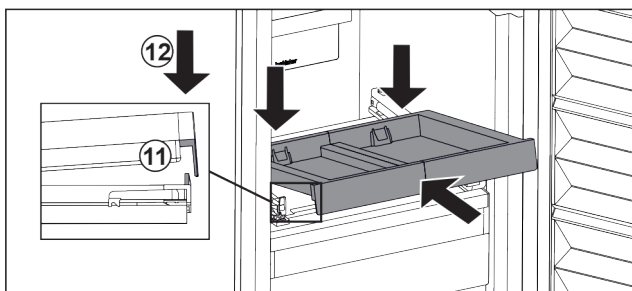

Fig. 22
- Inserați-l oblic. Aveți în vedere ca opritorul să fie în spatele lamei pe ambele părți. Fig. 22 (11)
- Depuneți raftul extractibil în față. Fig. 22 (12)